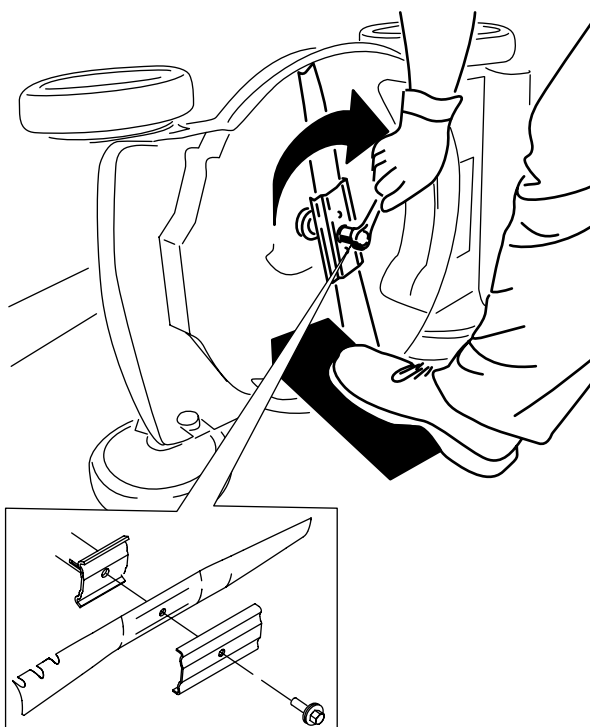

Figure 21
4. Montez la nouvelle lame et toutes les fixations (Figure 21).